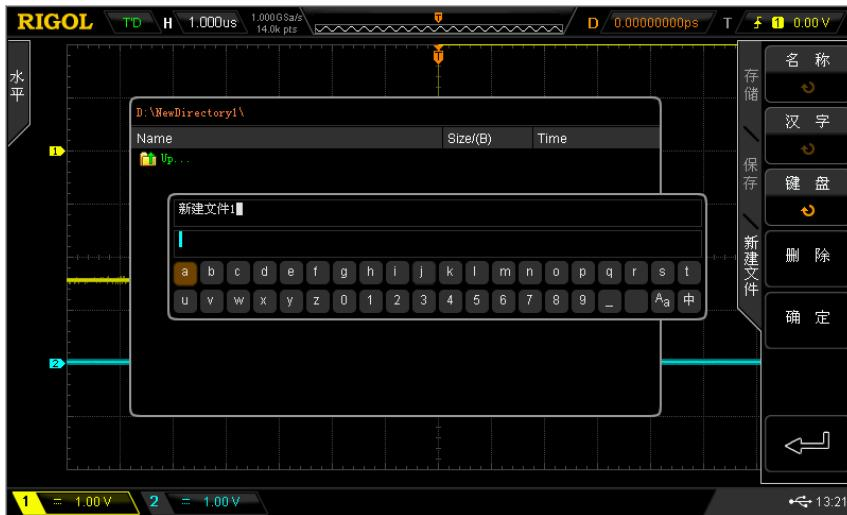

图 12-5 外部磁盘（新建文件）
- 4) 选定存储位置后, 按**新建文件**软键, 打开如图 12-5 所示界面, 参考“新建一个文件或文件夹”中的说明新建一个文件。